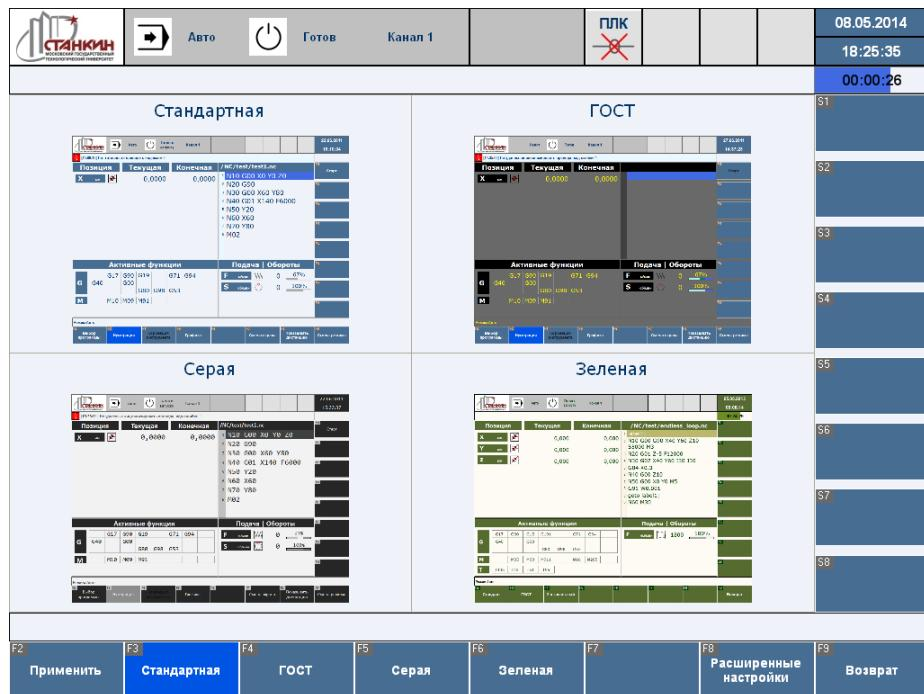

Рисунок 60 – Экран выбора предустановленных цветовых схем пользовательского интерфейса
- F9 – переход к экрану «Настройки» (Рисунок 60).